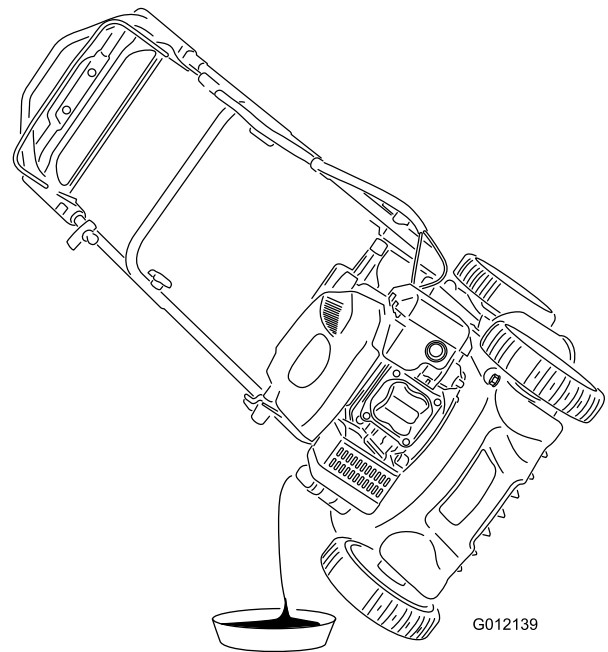

Bild 22
4. Kippen Sie die Maschine so auf die Seite, dass der Peilstab nach unten zeigt, und lassen Sie das Altöl über den Öleinfüllstutzen in die Auffangwanne ab (Bild 22).